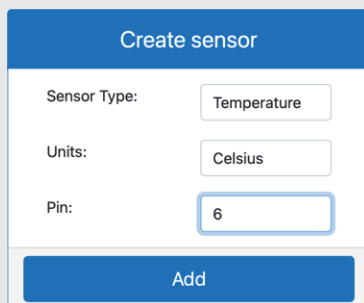

图 5-8 温度传感器的设置
(5) 创建一个温度传感器，如图 5-8 所示。
- ①在“Sensor”（传感器）窗格的“Create sensor”框中，下拉“Sensor Type”（传感器类型）框，选择“Temperature”（温度）。